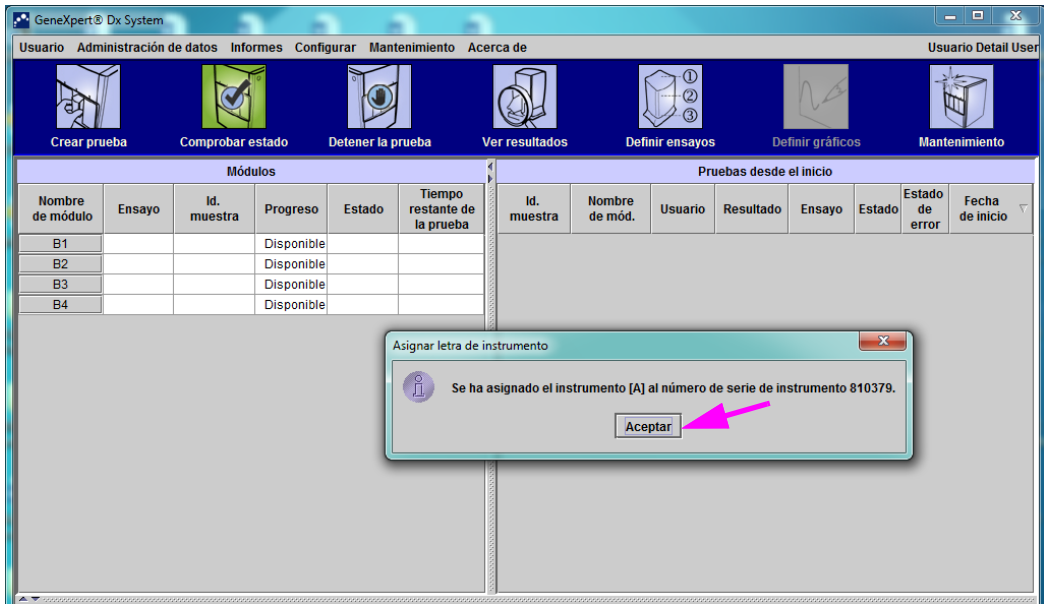

Figura 2-60. Ventana del GeneXpert Dx System con las asignaciones actualizadas de las letras de instrumentos
8. Haga clic en **Aceptar** para cerrar el cuadro de diálogo Asignar letra de instrumento (consulte la figura 2-60). El nombre del módulo se actualiza con las nuevas letras de instrumentos.